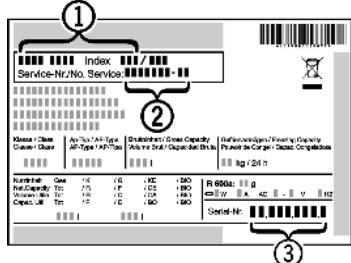

Fig. 65
- Считать обозначение устройства Fig. 65 (1), сервисный номер Fig. 65 (2) и серийный номер Fig. 65 (3) с заводской таблички. Заводская табличка находится внутри устройства слева.